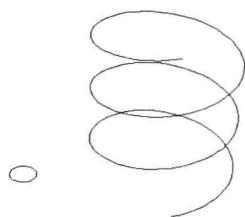
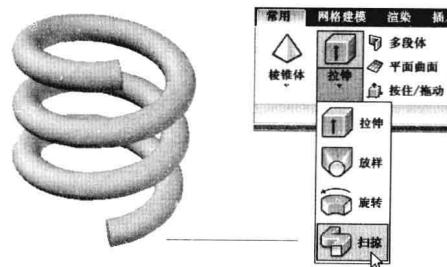

图 8-3-8
图 8-3-9
- (1) 绘制一个圆和一条螺旋线的图形文件，如图 8-3-8 所示。
- (2) 在“建模”面板中单击“扫掠”按钮 ，命令行提示“选择要扫掠的对象”，单击圆，按 Enter 键。
- (3) 命令行提示“选择扫掠路径或 [对齐 (A)/ 基点 (B)/ 比例 (S)/ 扭曲 (T)]”，单击螺旋线，即可沿螺旋线这条路径创建一个螺旋管实体，如图 8-3-9 所示。